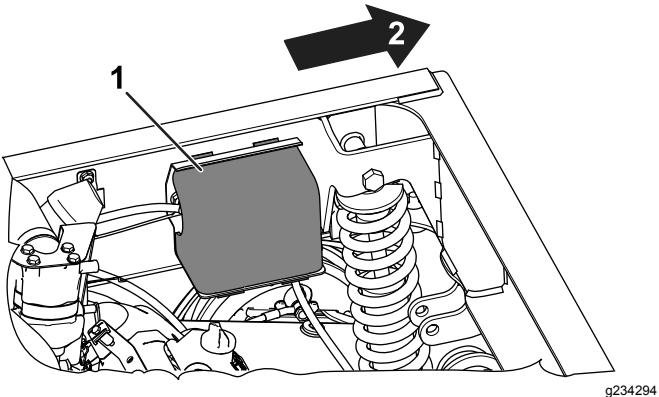

Figura 4
1. Rimovete il coperchio dal solenoide di avviamento/funzionamento (Figura 4).